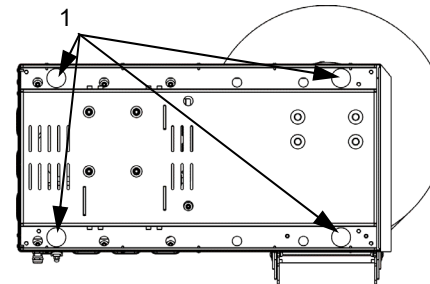

Fig. 10.1
#### FASE 1 (Fig. 10.1)
- Appoggiare la macchina sul banco di lavoro e capovolgerla su di un fianco come in Fig. 10.1.